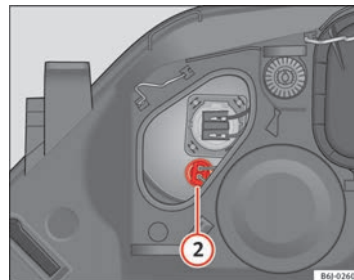

Fig. 158 Feux de position
- Retirez le connecteur ⇒ fig. 158 ② en tirant vers l'extérieur.